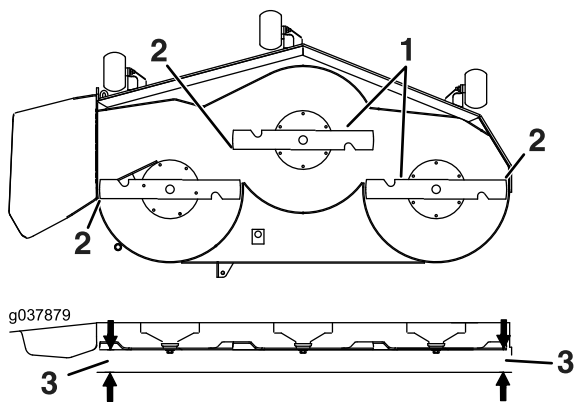

Figura 81
6. Misurate tra la punta della lama e la superficie piana (Figura 81). Se entrambe le misurazioni non rientrano nei 5 mm, regolate il livellamento; continuate la procedura.
14. Ruotate con cautela le lame da un lato all'altro (Figura 81).